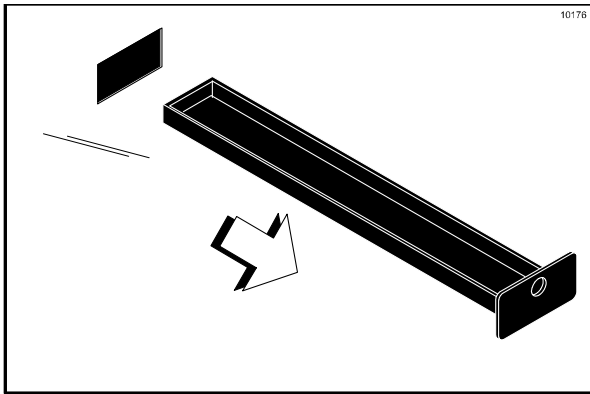

Abbildung 107
10. Die beiden kurzen Tropfwannen aus der hinteren Verkleidung ausbauen. Die beiden eingekerbten Tropfschalen aus der rechts- und linksseitigen Verkleidung ausbauen. Zur Reinigung zum Spülbecken bringen. (Siehe Abbildung 107.)